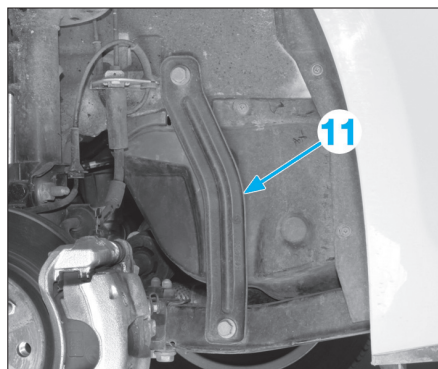

Fig. 22
- Déposer la ferrure (11) (Fig.22).